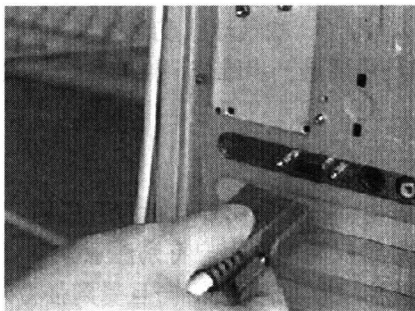

图 1-1 拔除线缆
(1) 拔下外部设备连线 关闭电源开关,拔下电源线以后,就可以开始拆卸主机了,拆卸主机的第一步是拔下机箱后侧的所有外设连线,如图 1-1 所示。